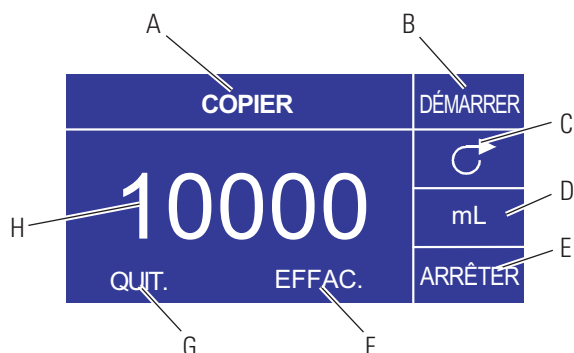

Figure 3-8. Ecran RÉPÉTER paramètre
- D. **Ecran Répéter volume :** Voir *Ecran Répéter paramètre*, Figure 3-8.